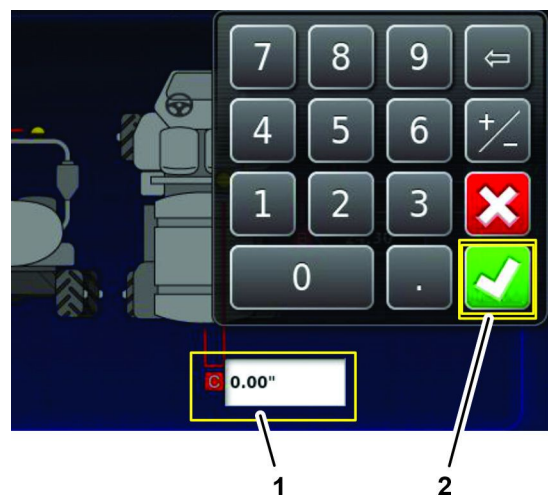

Figura 191
1. Icona Linea centrale degli assali posteriori e del centro del ricevitore satellitare (B)
3. Premete l'icona Linea centrale della macchina e centro del ricevitore satellitare (C), utilizzate il tastierino sullo schermo per inserire la misurazione registrata nel modulo di geometria del veicolo di Misurazione della geometria del veicolo \(pagina 86\) e premete l'icona Conferma (Figura 191).